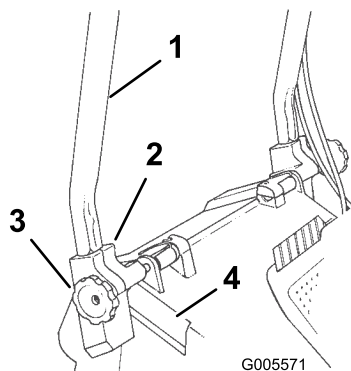

Figura 3
1. Afloje los pomos de los soportes de montaje (Figura 3).
3. Introduzca los extremos del manillar en los taladros de los soportes de montaje hasta que los extremos del manillar se asienten correctamente en los soportes (Figura 3).
4. Gire el manillar y los soportes de montaje hacia atrás hasta que los soportes encajen correctamente en los alojamientos (Figura 3).